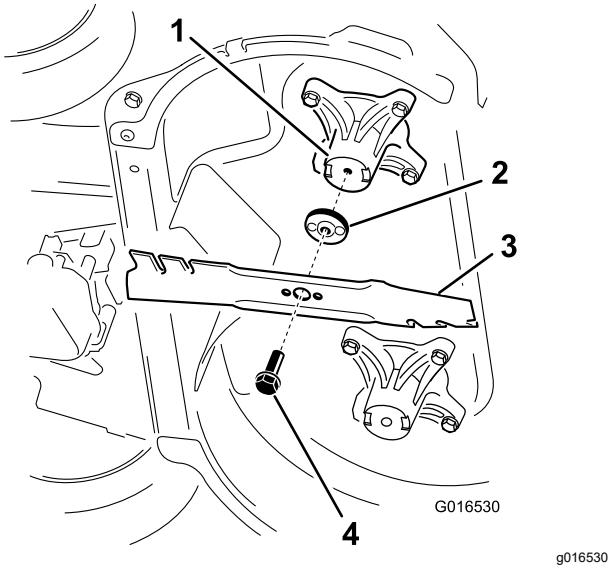

Figure 37
- Déposez chaque lame comme montré à la Figure 37.
- Posez la première lame de sorte qu'elle soit horizontale, avec toutes les fixations, comme montré à la Figure 37.